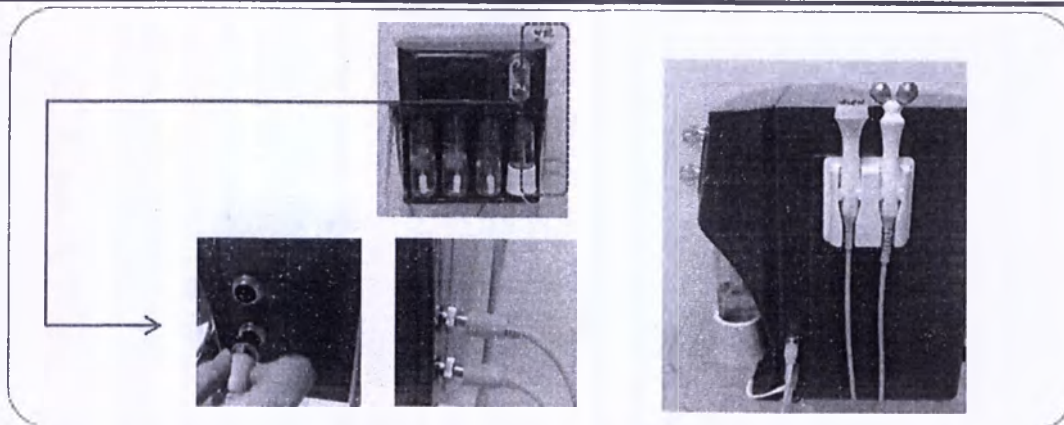

Рисунок 26 – Подключение Y-образного аппликатора и Multy-аппликатора к основному блоку
- 7) Подсоедините кабели аппликаторов Y и Multy в соответствующие разъемы с правой стороны основного корпуса аппарата (см. Рисунок 26).